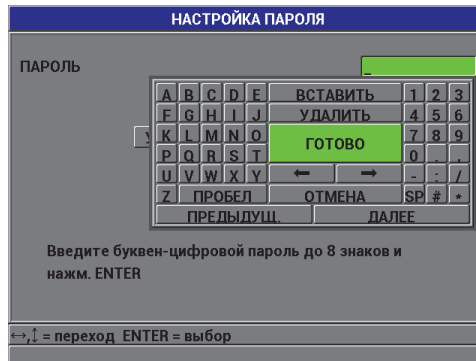

Рис. 5-10 Экран НАСТРОЙКА ПАРОЛЯ
2. В окне НАСТРОЙКА ПАРОЛЯ (Рис. 5-10 на стр. 104), используя до восьми буквенно-цифровых символов, введите ваш пароль в поле ПАРОЛЬ.